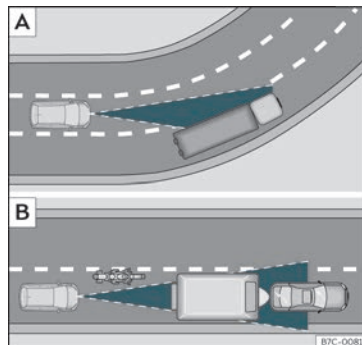

Abb. 162 [A] Fahrzeug in einer Kurve. [B] Vorausfahrender Motorradfahrer außerhalb des Erfassungsbereichs des Radarsensors.
Es ist möglich, dass die ACC das vorausfahrende Fahrzeug in der Kurve nicht erkennt oder die Entfernung mit Fahrzeugen, die sich auf anderen Fahrschienen befinden, einstellt >>> **Abb. 162** **A**.
- Versetzt fahrende Fahrzeuge oder Fahrzeuge, die außerhalb des Erkennungsbereichs des Sensors fahren, z. B. Motorräder. >>> **Abb. 162** **B**